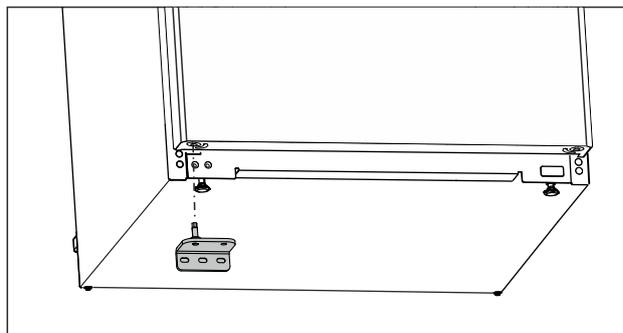

Fig. 22
- ▶ Inserire il blocco inferiore di supporto sul lato opposto. (vedere *Fig. 22*)